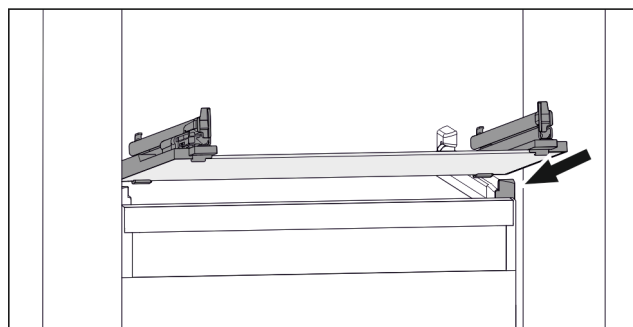

Fig. 66 Rappresentazione esemplificativa del ripiano in vetro
- ▶ Applicare il ripiano in vetro obliquamente dietro i fermi. (vedere Fig. 66)